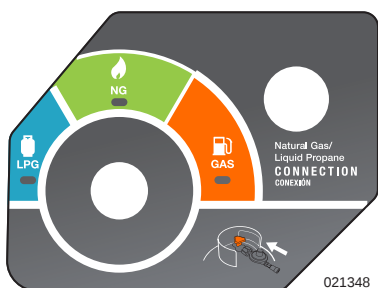

Figura 3-3. Dial Gas/LPG/NG
- Consulte Figura 3-3. Mueva el dial GAS/ LPG/NG del motor a GAS.